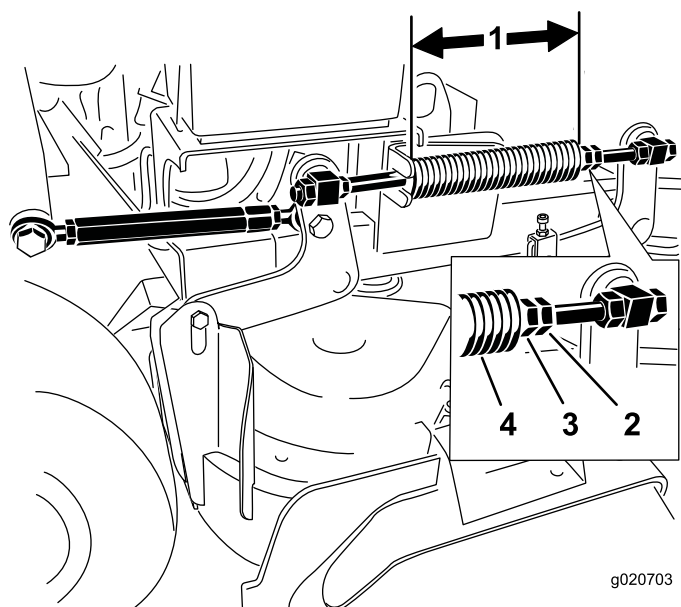

Figura 88
- Nota:** O comprimento nominal é de 28,2 cm para plataformas de cortadores de 91 cm e de 25,7 cm para plataformas de cortadores de 102 cm (**Figura 88**).
3. Ajuste esta distância desapertando a porca de bloqueio da mola e rodando a porca em frente de cada mola (**Figura 88**).
4. Bloqueie a porca na posição apertando a porca de bloqueio da mola (**Figura 88**).